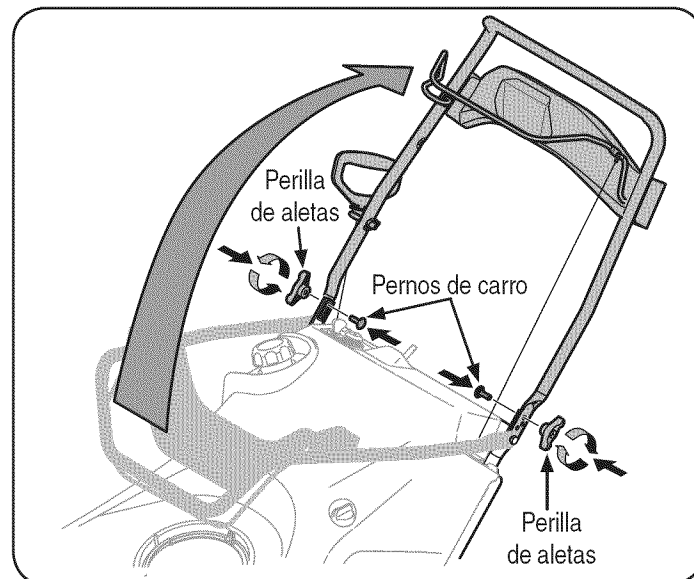

Figura 2
5. Gire la manija superior a la posición de funcionamiento. Asegúrese de no apretar los cables en el proceso. Vea la Figura 2.